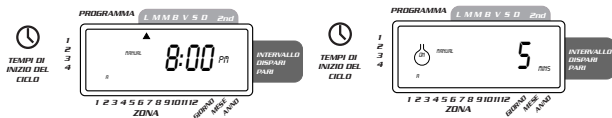

FIGURA 14: Annaffiamento manuale, stazione 3, cinque minuti
- Per saltare una stazione, premere **SUCCESSIVO** fino a quando il cursore lampeggia sul numero della stazione che si desidera programmare. Esempio: per impostare la stazione 3 per cinque minuti, premere il tasto **MANUELE**, quindi premere il tasto **SUCCESSIVO** cinque volte per selezionare la modalità di funzionamento manuale ed avanzare all'annaffiamento per la stazione 3; usando il tasto **+ o -** impostare la durata dell'annaffiamento manuale su cinque minuti, quindi premere **INVIO** [vedi figura 14].